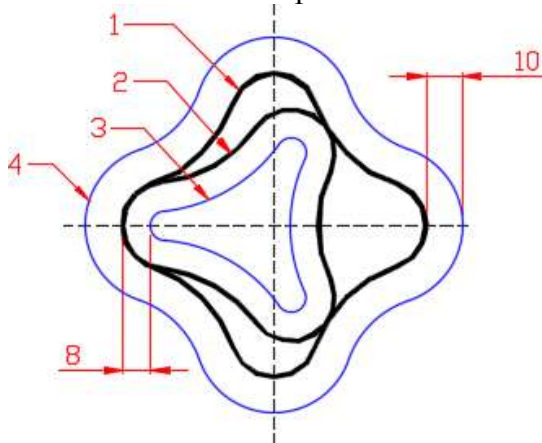
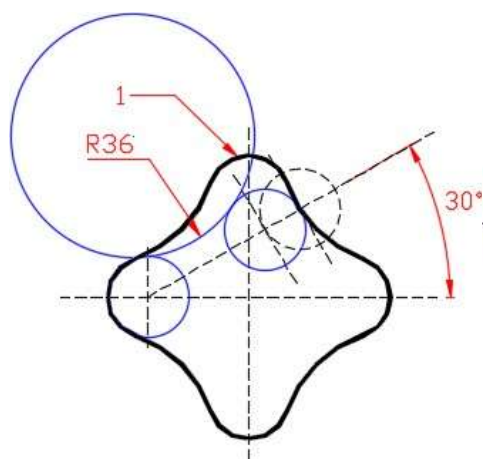

Рис.2
Рис.4
- 1) Вспомогательные построения, показанные на рис.2 и рис.3 используются для построения сопряжения двух окружностей дугой заданного радиуса. Используйте вспомогательные построения на рис.2 для построения фигуры 1 (см. рис.3,4), а на рис.3 для построения фигуры 2 (см. рис.4).
- 2) Фигура 1 на рис.4 получена при помощи команды ПОЛИЛИНИЯ. Для рисования вспомогательных построений использовались команды КОПИРОВАТЬ и *Рисование* КРУГ Две точки касания, радиус. Для вспомогательных построений фигуры 2 использовалась команда ЗЕРКАЛО.
- 3) Для построения фигур 3, 4, показанных на рис.4 пользуйтесь командой СМЕЩЕНИЕ
2. Постройте контуры для штриховки произвольных размеров согласно рис. 4.